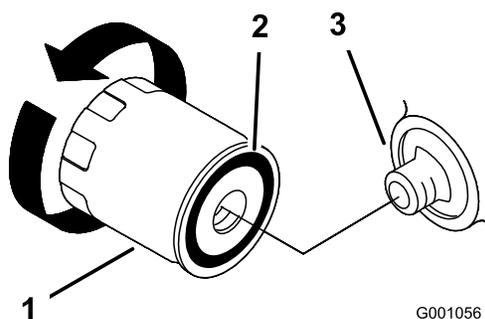

Figura 21
2. Retire el filtro usado y limpie con un paño la superficie de la junta del adaptador del filtro (Figura 21).
3. Aplique una capa fina de aceite nuevo a la junta de goma del filtro nuevo (Figura 21).
hasta que la junta de goma entre en contacto con el adaptador del filtro, luego apriete el filtro de 2/3 a 1 vuelta más (Figura 21).